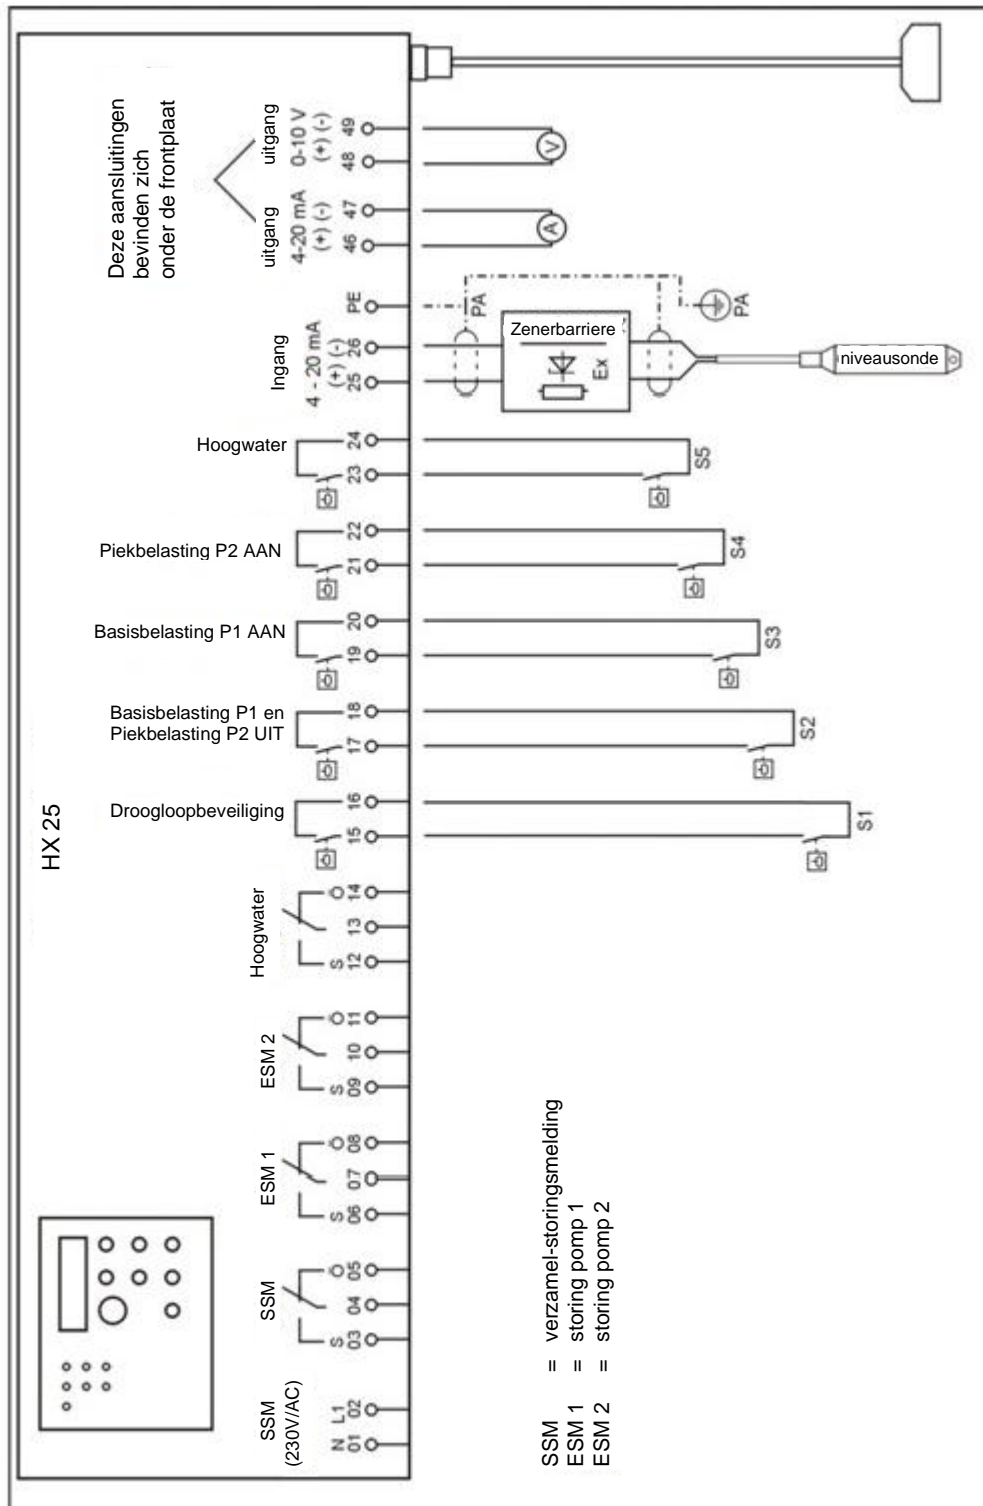

Bild 2
6.4 - 7 Elektrische aansluiting van de storingsmelding uitgangen en de signaalgangen (zie afbeelding 2 in de bijlage)